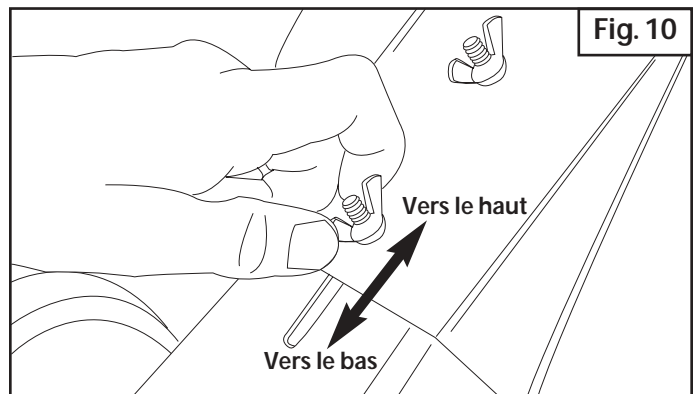

Fig. 10
2. Desserrez (sans les retirer) les deux écrous papillon du protecteur des dents (Fig. 10).